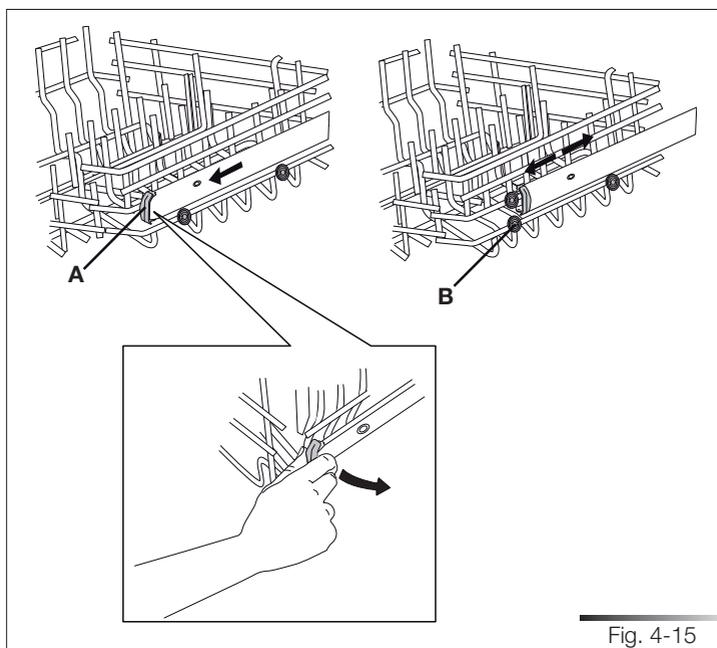

Fig. 4-15
- extraire le rail à glissière droit du panier, puis débloquer la butée (réf. A fig. 4-15) du rail en la tournant de 90° vers l'extérieur du lave-vaisselle ;
- introduire les deux roues supérieures ou inférieures dans les rails (réf. B fig. 4-15), selon le réglage désiré ;
- remettre dans leur position d'origine les butées des rails (réf. A fig. 4-15).